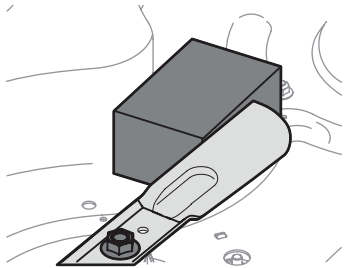

Figure 24
2. Placez un morceau de bois entre le boîtier du plateau de coupe et la lame de coupe pour empêcher tout mouvement (Figure 24).